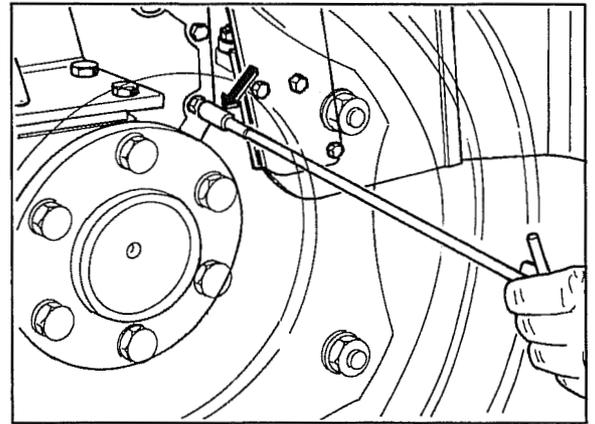

Abb. 2
- 2 Um den Kreislauf zu entlüften, die Entlüftungsschraube auf der Radnabe wie in der Abb. 2 gezeigt lockern, das Öl frei auslaufen lassen, bis es nicht blasenfrei aussieht, um dann die Schraube wieder anzuziehen. Den Vorgang auf dem anderen Rad wiederholen und sicherstellen, daß im Behälter der Bremsflüssigkeit ein ausreichend hoher Füllstand vorliegt, andernfalls Öl der gleichen Sorte nachfüllen.